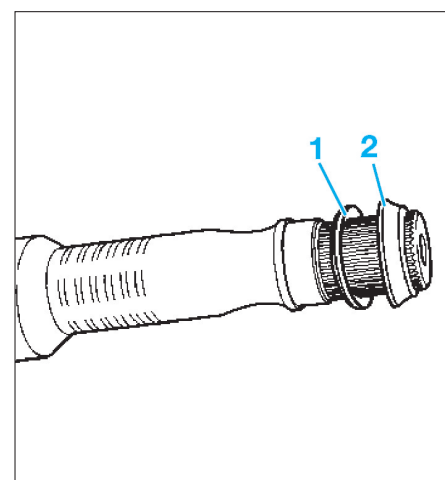

Fig. 6
- Mettre en place la rondelle élastique (1) et la rondelle d'appui (2) (Fig.6).